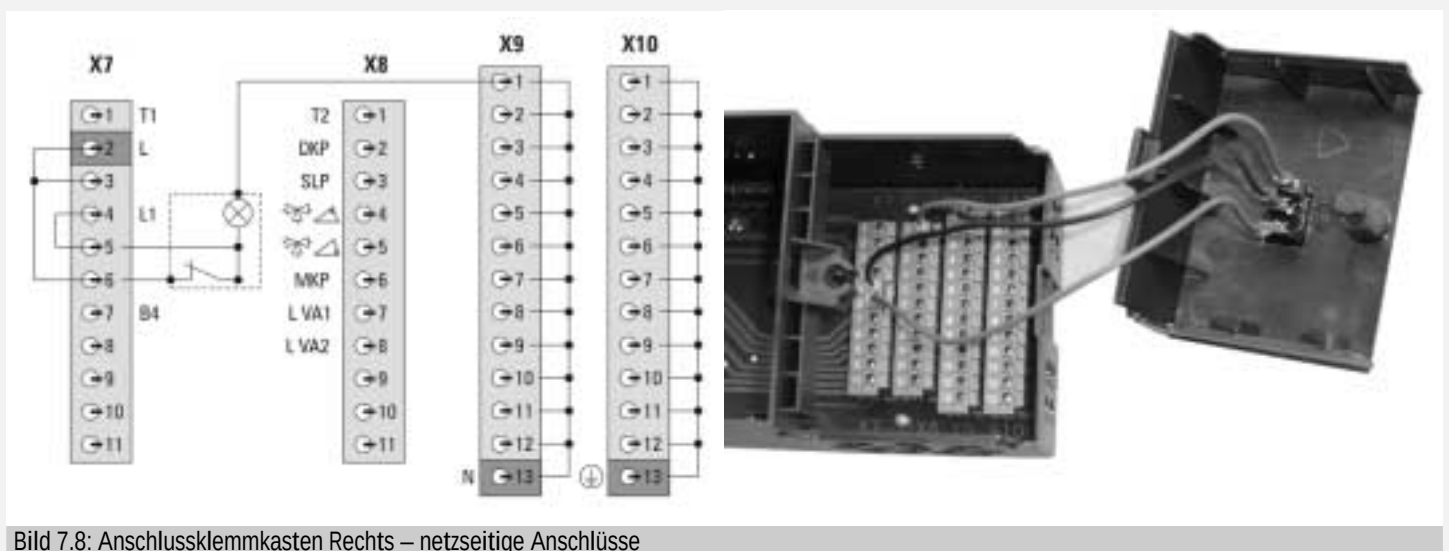

Bild 7.8: Anschlussklemmkasten Rechts – netzseitige Anschlüsse
- e) Elektrische Verdrahtung gemäß Anlagenausführung und Klemmenbelegungsplan (siehe Bild 7.8 und 7.9) durchführen.